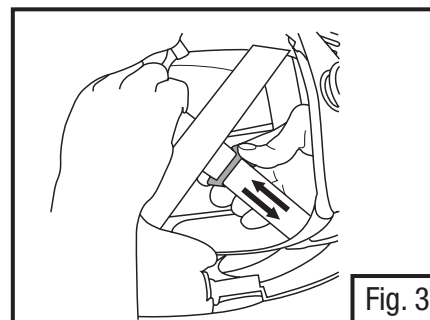

Fig. 3
- b. Sólo Casco Serie M-100: Las bandas de tela de la M-100 puede ajustarse al deslizar el seguro de la banda azul ubicado en la banda central (Fig. 3). Al deslizar el broche hacia la parte posterior del casco aprieta las bandas y levanta la altura del casco sobre la cabeza. Al deslizar el broche hacia el frente del casco afloja las bandas y baja la altura del casco sobre la cabeza.